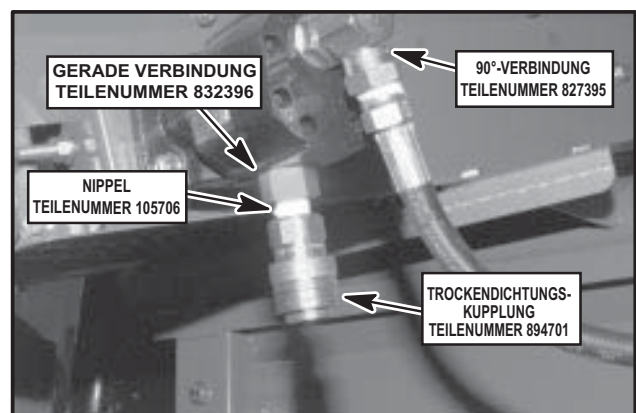
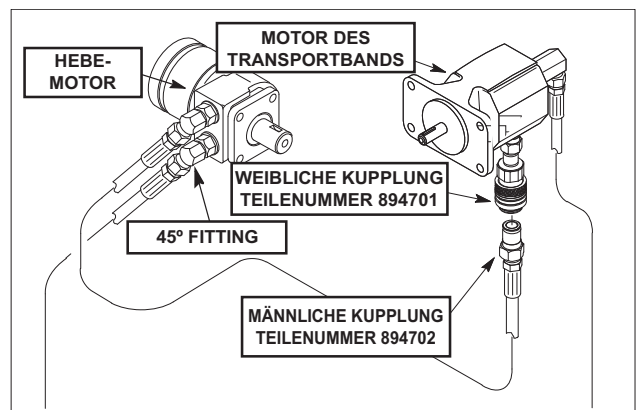

Abbildung 34
Abbildung 35
1. Bringen Sie den 90° Hydraulikanschluss (Teilenummer 827395) aus dem Zubehörset an der **Rückseite** des Transportbandmotors an. Ziehen Sie den Anschluss an, so dass die Schlauchverbindung nach unten zeigt und leicht zum Kasten hin geneigt ist (siehe Abb. 34).
2. Bringen Sie den geraden Hydraulikanschluss (Teilenummer 832396) aus dem Zubehörset an der **Unterseite** des Transportbandmotors an und ziehen Sie ihn fest (siehe Abb. 34).
4. Entnehmen Sie eine (1) weibliche Kupplung mit Trockendichtung (Teilenummer 894701) aus dem Zubehörset. Montieren Sie die Kupplung am Ende des vorher angebrachten Rohrrippels (stellen Sie sicher, dass Sie das Teflonband auf dem Nippel angebracht haben).
5. Bringen Sie einige Windungen neuen Teflonbands auf dem Ende des Schlauchs auf. Montieren Sie einen männlichen Trockendichtungsanschluss (Teilenummer 894702) aus dem Zubehörset. Verlegen Sie den Schlauch zum Transportbandmotor und verbinden Sie den männlichen Anschluss mit dem weiblichen Anschluss an der Unterseite des Motors (siehe Abb. 35).
6. Bringen Sie Teflonband auf dem Gewinde der 45°-Anschlüsse (Teilenummer 521949) auf, und montieren und sichern Sie die Anschlüsse am Motor der Fördervorrichtung (siehe Abb. 35).
8. Bringen Sie das Teflonband am anderen Ende des Schlauchs an. Entnehmen Sie eine (1) weibliche Kupplung mit Trockendichtung (Teilenummer 894701) aus dem Zubehörset und bringen Sie sie am Ende des Schlauchs an.